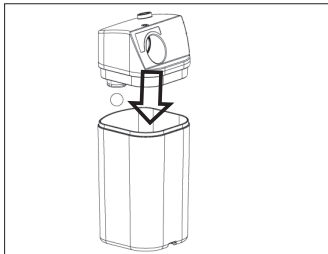

Bild 7.
- Drücken Sie ihn leicht mit beiden Händen bis zum Anschlag auf den Behälter (Bild 7).